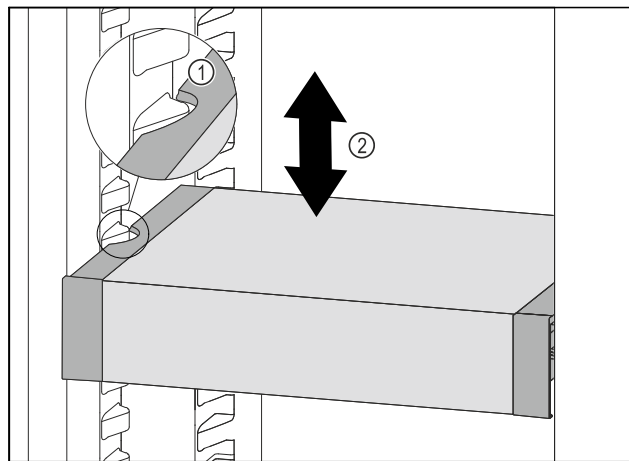

Fig. 140
- VarioSafe vucite prema naprijed sve dok se bočni otvori VarioSafe ladice ne nađu na visini žlijeba spremnika u hladnjaku. Fig. 140 (1)
- Pomičite ladicu VarioSafe u hladnjaku prema gore ili dolje sve dok ne dosegnete željenu visinu. Fig. 140 (2)